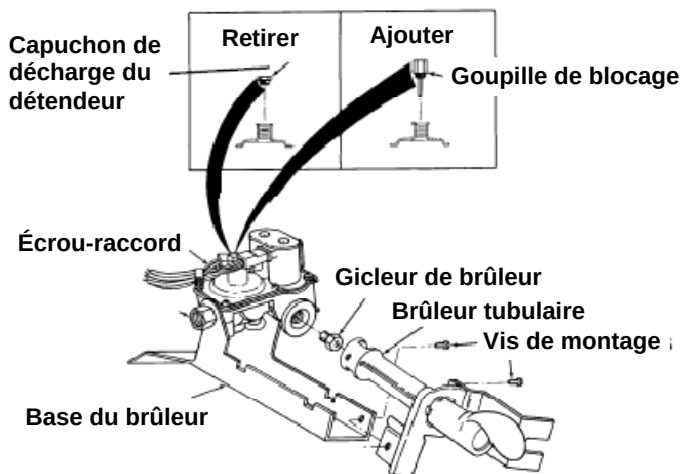

FIGURE 4
11. Retirer le brûleur tubulaire de l'ensemble en retirant les deux (2) vis qui le maintiennent à la base du brûleur. Voir Figure 4.
12. Ôter le gicleur de brûleur de l'électrovanne et le remplacer par le gicleur adapté fourni avec cet ensemble. Le numéro du gicleur est poinçonné sur l'une des faces de sa tête hexagonale. Bien serrer. Voir Figure 4.
15. Ôter le capuchon de décharge (dispositif de réduction des fuites) du détendeur. Voir *Figure 4*.
16. Visser la nouvelle goupille de blocage avec les doigts. Ne pas la serrer plus d'1/8 de tour pour assurer l'étanchéité. Voir la *Figure 4*.
- Vérifier que le capuchon de décharge du détendeur est remplacé par la goupille de blocage conformément à la *Figure 4* (modèle de style "A" uniquement).